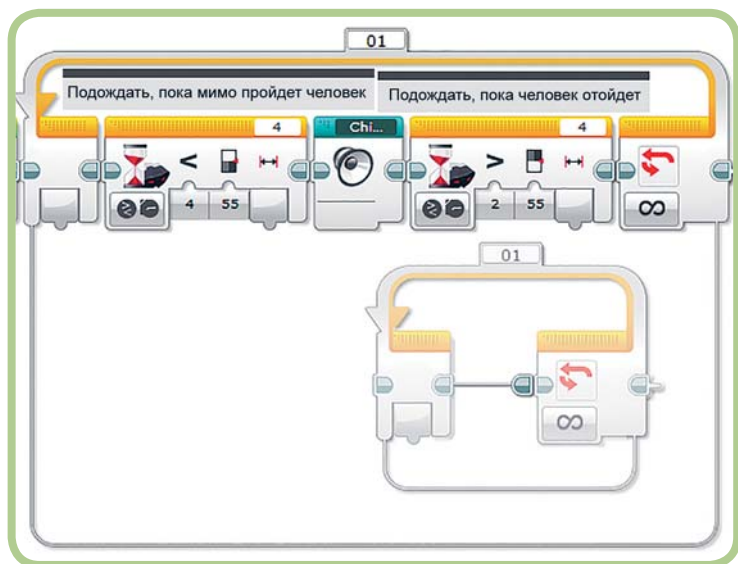

Рис. 18.10. Добавление нового блока Цикл
3. Перетащи новый блок **Цикл** (Loop) в существующий и помести его под контейнером **Chime** чуть справа (рис. 18.10). Изображение нового блока будет немного бледным, поскольку он еще не подключен к программе.